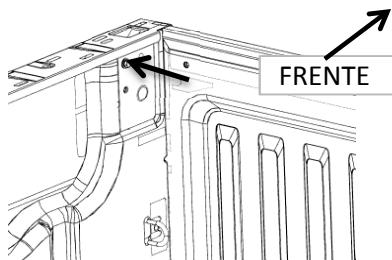

Fig. 3
- 3) Retire el tornillo superior en la esquina del lado del conductor como se muestra en la Fig. 3 retire el mismo tornillo en el lado del pasajero.